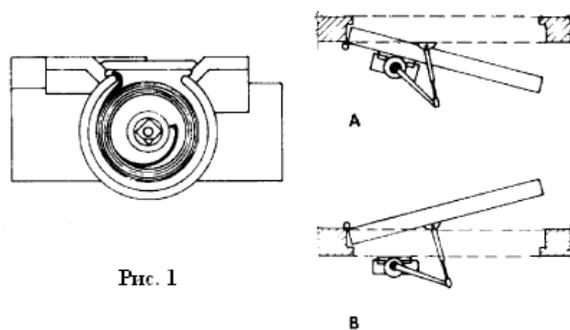

Рис. 1
- Дверные доводчики поставляются с пружиной, находящейся в таком положении как изображено на Рис.1. Доводчики готовы к установке как показано в примерах А и В.